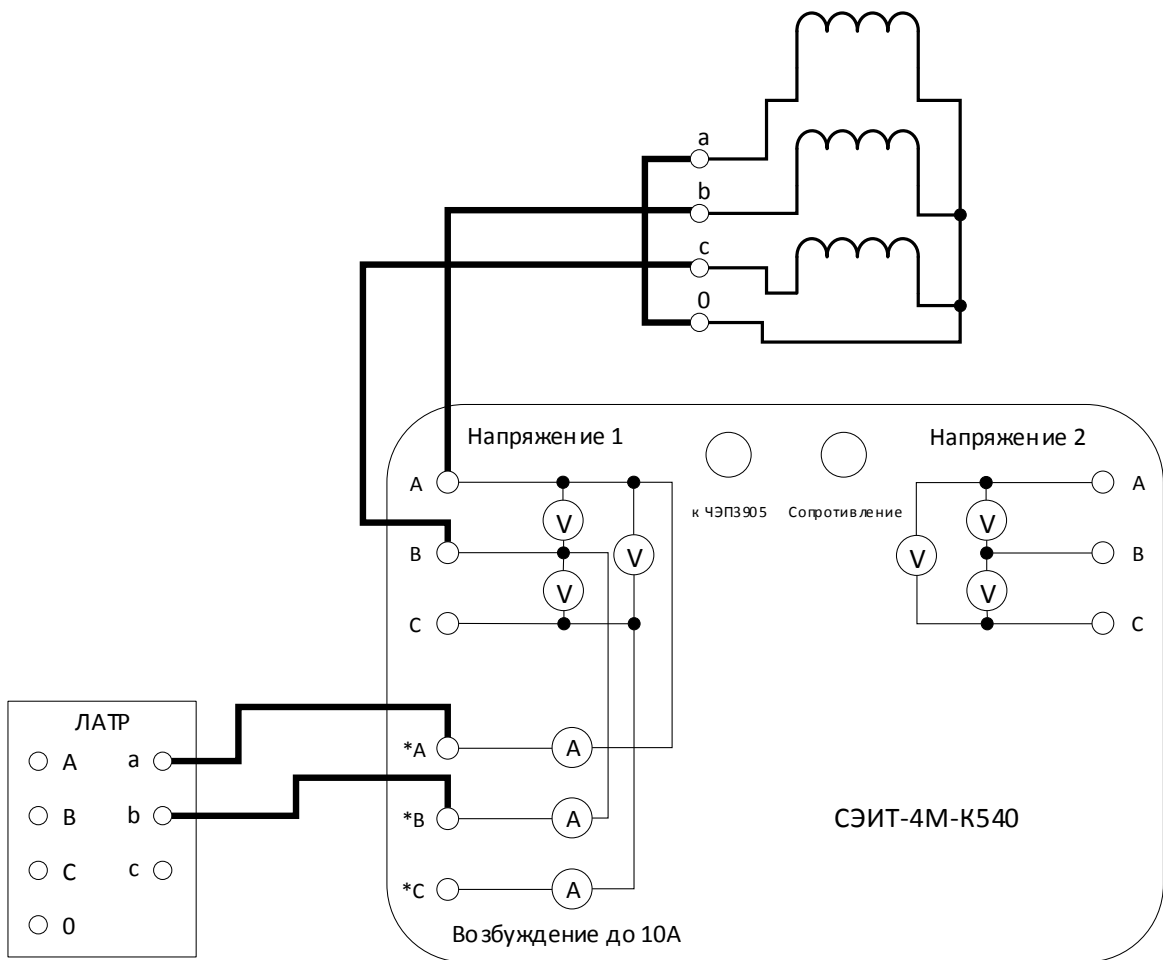
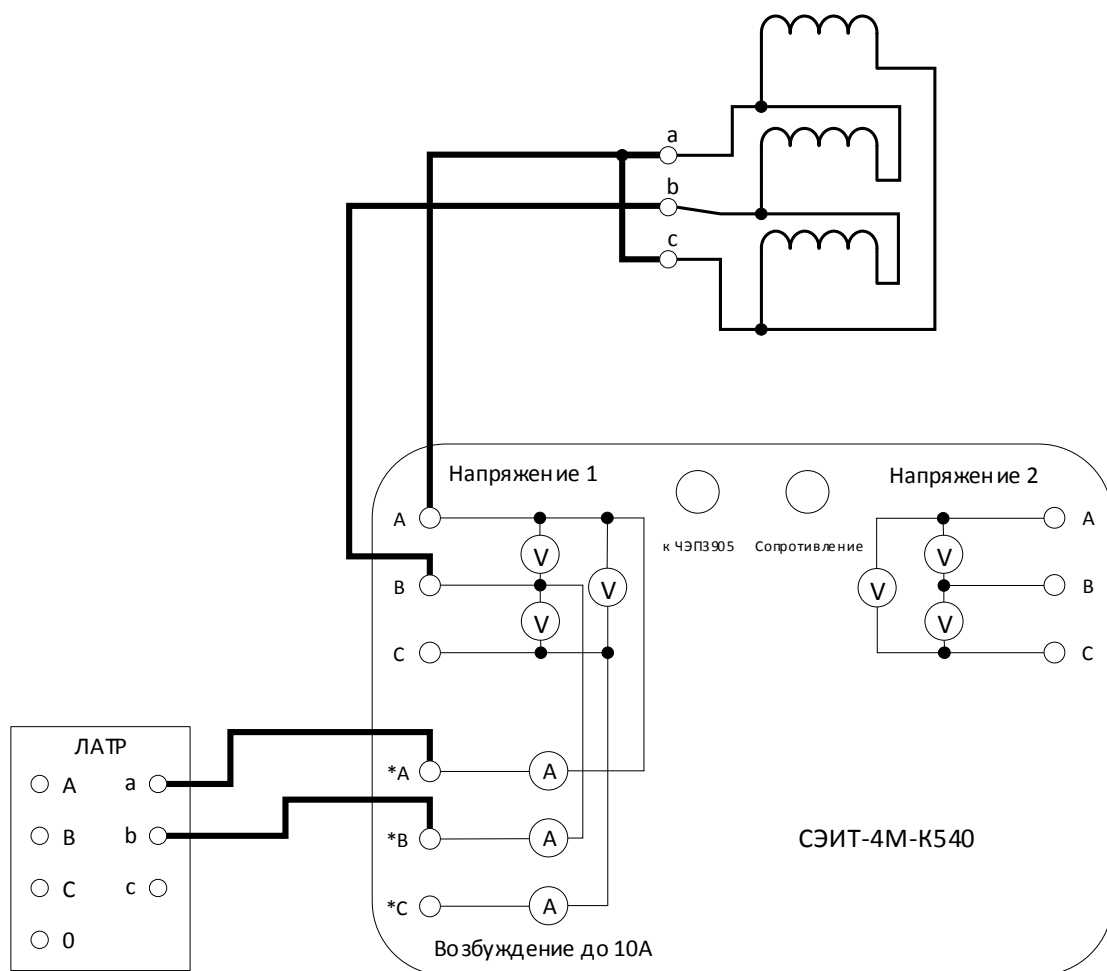

Рис. 15. Опыт холостого хода при малом напряжении для обмоток, соединенных звездой
Рис. 16. Опыт холостого хода при малом напряжении для обмоток, соединенных треугольником
1) Выполняют короткое замыкание обмотки фазы А, возбуждают фазы В и С трансформатора и измеряют потери. Измерительные схемы данного опыта для схем соединения обмоток Y_0 и Δ приведены на рис. 15 и рис. 16 соответственно.